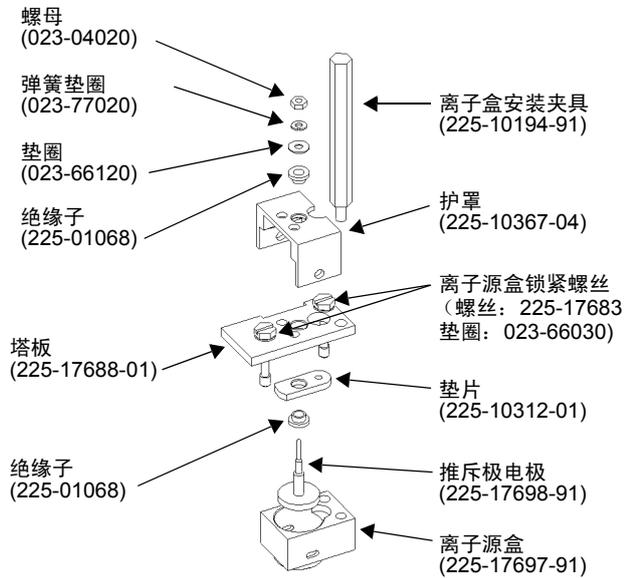

图 10.5 离子源盒和安装夹具
2. 如图中所示，将此部件安装在离子源盒中。（图 10.5 “离子源盒和安装夹具”）用两颗锁紧螺丝将此部件暂时锁定到位。